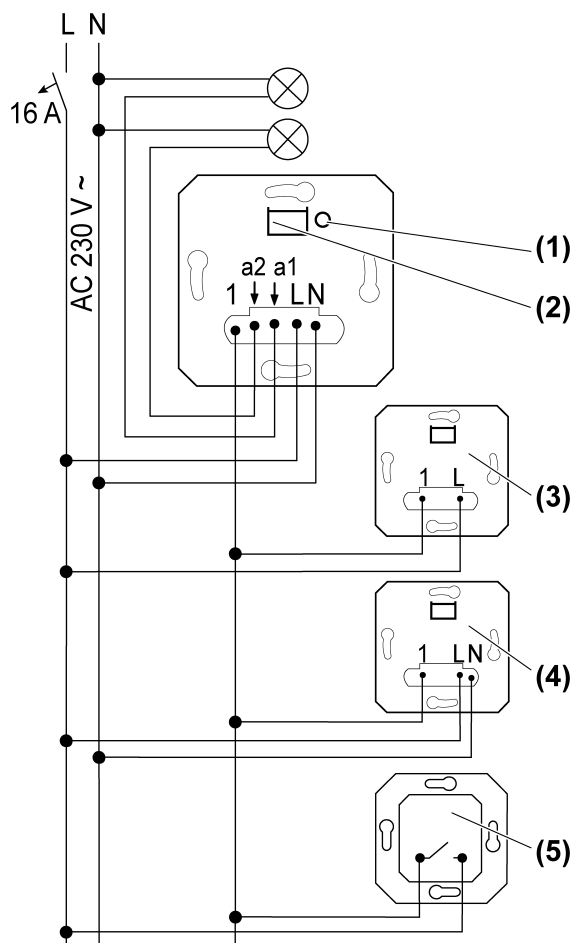
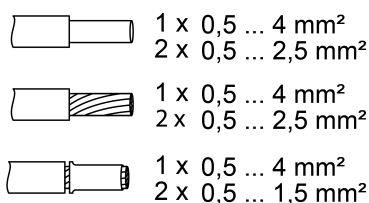

Bild 1: Anslutningsschema med sidoenheter (tillval)
Bild 2: Klämbär ledningsarea
- Anslut kopplingsinsatsen enligt kopplingsschemat (Bild 1). Beakta då klämbära ledarareor (Bild 2).
- i** Genom att man trycker kort på knappen **TEST** (1) kan lasten kopplas om på båda utgångarna (kopplingslägen: **a1** till **a2** ur, **a1** ur, **a2** in, **a1** och **a2** in, **a1** och **a2** ur).